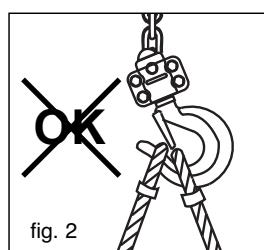

fig. 2
1. Verificar se a talha bravo™ está correctamente suspensa no gancho de suspensão (item 5, fig. 1) e se o linguete de segurança do gancho (item 6, fig. 1) está bem fechado (ver fig. 2 e 3).
- no fundo do gancho e não impede o fecho do linguete de segurança (ver fig. 2 e 3).